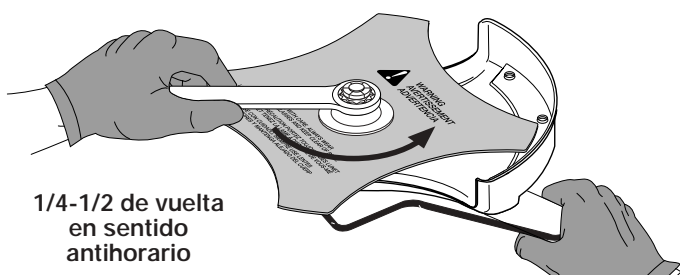

Fig. 13
- Si no tiene una llave de torsión, use una llave de boca cerrada de 5/8 de pulgada o de casquillo, gire la tuerca hasta que el retén de la cuchilla esté ajustado contra el buje del eje. Verifique que la cuchilla esté bien instalada, luego gire la tuerca 1/4 a 1/2 vuelta más en sentido antihorario (Fig. 13).